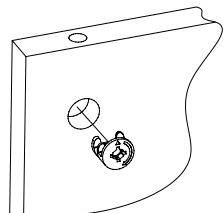

Рис.4
4. Вставьте головки минификсов в соответствующие плоскостные отверстия боковин 2, 3, 4 (Рис. 4).